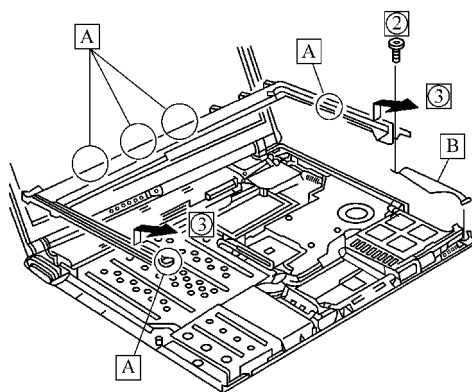

图 6-13 推出键盘斜面
(2) 再拧下固定键盘斜面的螺钉“②”，然后按照箭头“③”方向平行推出键盘斜面（在向外移动时应注意连接卡子“A”和“B”），如图 6-13 所示。